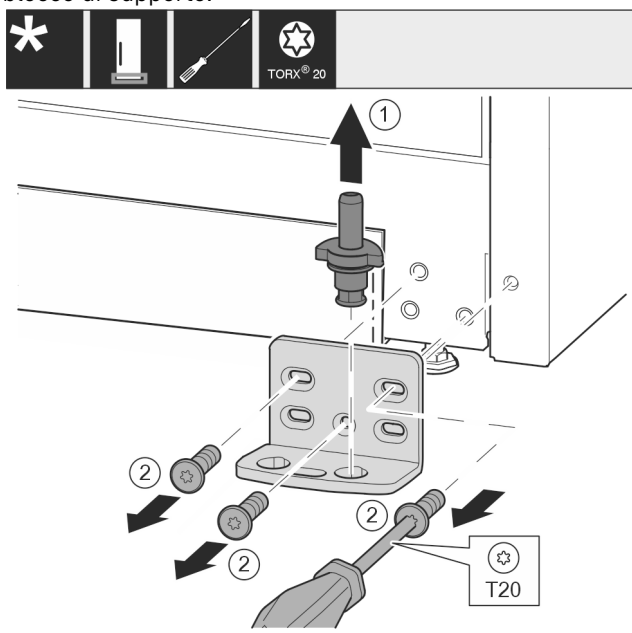

Fig. 18 \*
- ▶ Estrarre completamente verso l'alto i perni di supporto Fig. 18 (1).\*
- ▶ Svitare le viti Fig. 18 (2) con un cacciavite e rimuovere il blocco di supporto.\*